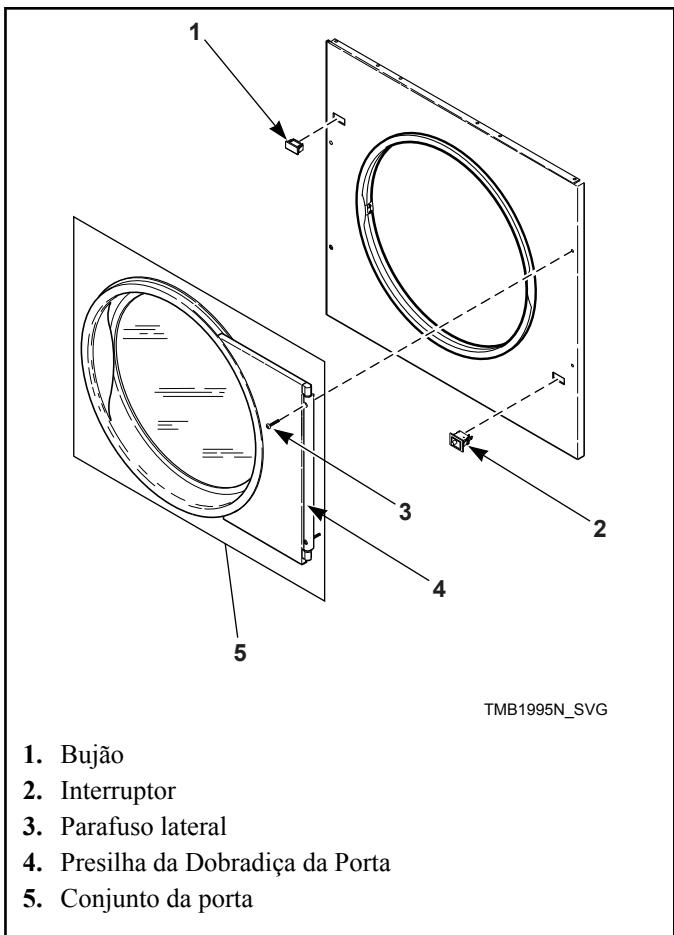

Figura 11
to da porta para fora, como se se tratasse de uma peça única. Consulte a *Figura 11*.
5. Remova os parafusos restantes do painel frontal. Consulte a *Figura 10*. Desconecte o chicote do interruptor da porta do interruptor. Retire o painel frontal. Consulte a *Figura 11*.
6. Troque as localizações do interruptor e do bujão. Aperte as abas com um alicate ajustável para remover o bujão e o interruptor do painel frontal. Coloque novamente o interruptor, orientando o botão no sentido do centro da máquina. Coloque novamente o bujão na localização anterior do interruptor. Consulte a *Figura 11*.